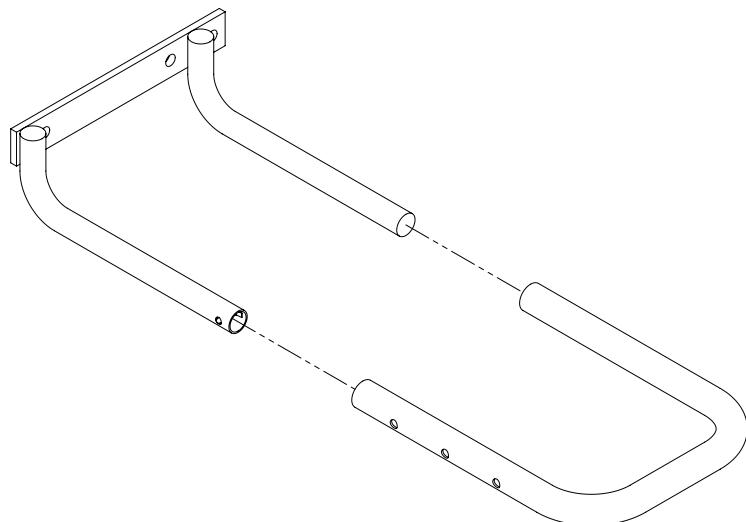

Figura 3: Retiro del tubo de posición del soporte de la rueda.
- Presione el pasador de posición y retire el tubo de posición deslizable del soporte de rueda (vea la figura 3).